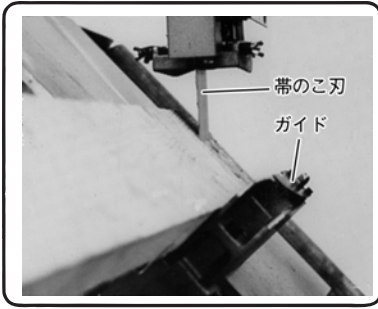

図 31
(3) ガイドを帯のこ刃の右側にして挽き割り作業をしますと傾斜挽きが容易にできます。(図31)